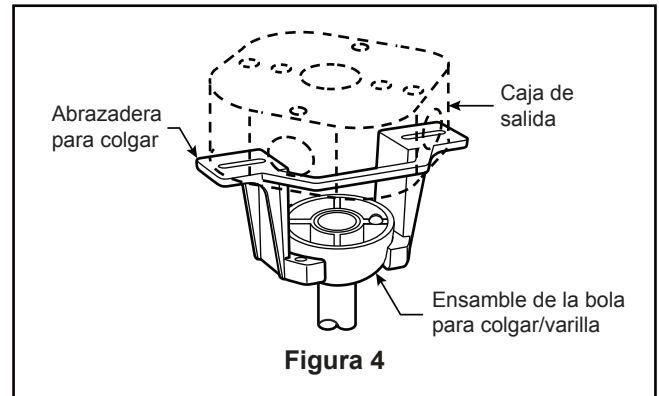

Figura 4
4. Coloque el soporte de la varilla y alinee los orificios de la clavija de horquilla en ambas piezas. Instale la clavija de horquilla y asegúrela con la pinza de horquilla. Fije los dos tornillos de presión y las tuercas de seguridad en el soporte de la varilla interior. Fije con seguridad el set de tornillos con el destornillador y luego fije bien las tuercas con una llave hexagonal. (Figura 4)
2. Levante cuidadosamente el ventilador y coloque el ensamble de la bola para colgar/varilla en la abrazadera para colgar que acaba de fijar a la caja de salida. Asegúrese de que la ranura de la bola esté alineada con la lengüeta de la abrazadera para colgar. (Figura 4)
3. Conecte los conductores verdes de la abrazadera para colgar, bola para colgar y conductor verde del suministro (puesta a tierra) con el conector de cables. Conecte el conductor negro de la unidad receptora marcado "AC IN L" al conductor negro de alimentación con el conector de cables. Conecte el conductor blanco de la unidad receptora marcado "AC IN N" al conductor blanco de alimentación con el conector de cables. Conecte el conductor blanco de la unidad receptora marcado "TO MOTOR N" al conductor blanco del ventilador con el conector de cables incluido con la unidad receptora. Conecte el conductor negro de la unidad receptora marcado "TO MOTOR L" al conductor negro del ventilador con el conector de cables que se adjunta con la unidad receptora. Finalmente, conecte el conductor azul de la unidad receptora al conductor azul de la iluminación del ventilador con el conector de cables que se adjunta con la unidad receptora. Encierre de forma segura el cable de alimentación rojo con el conector de cables. (Figura 4)